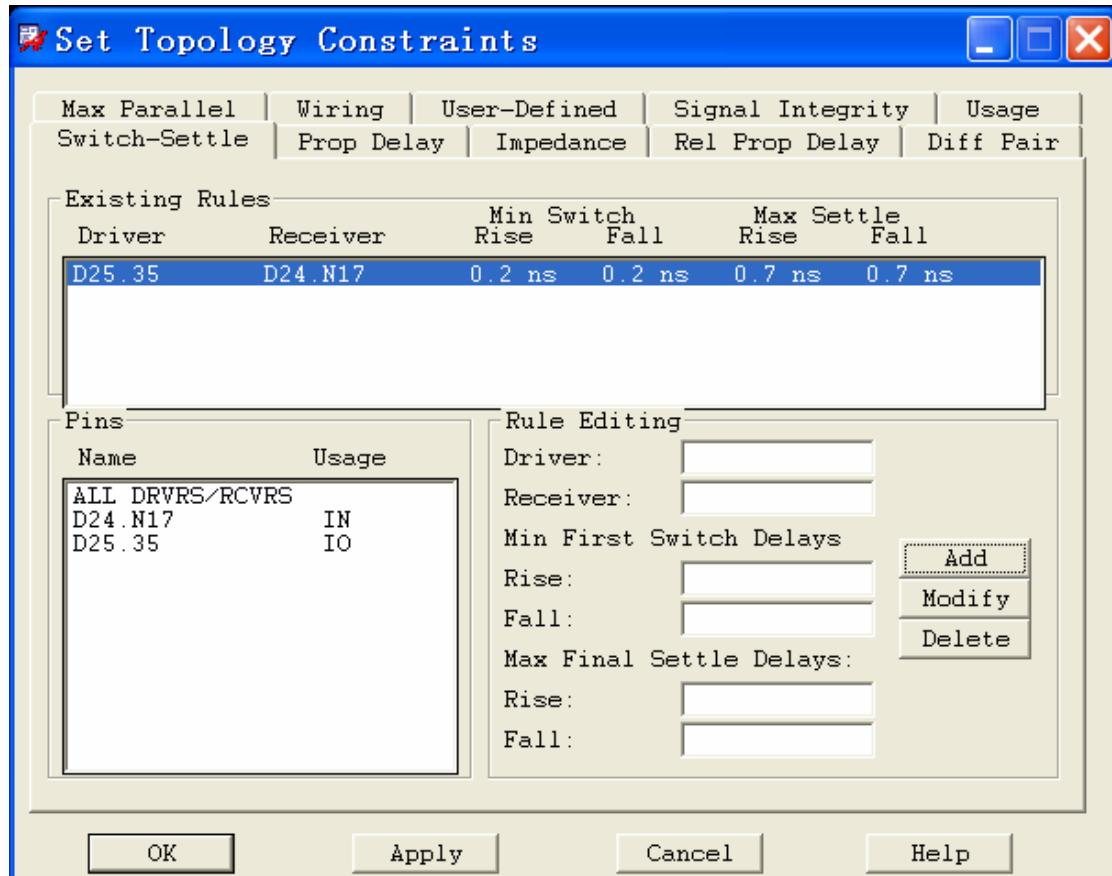

图 5-3 设置 Switch-Settle 值
- 1) **Switch-Settle** 项，如图 5-3 所示。